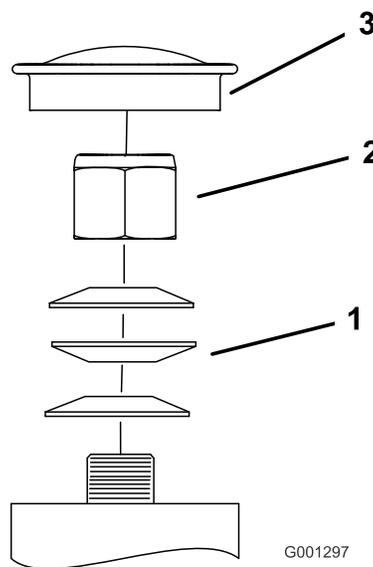

Figura 68
3. Togliete lo scodellino parapolvere dalla ruota orientabile e serrate il dado di bloccaggio (Figura 68).
4. Serrate il dado di bloccaggio finché le rondelle elastiche non sono piatte, quindi allentate di un quarto di giro per mettere a punto il precarico sui cuscinetti (Figura 68).
- Importante:** Verificate che le rondelle elastiche siano correttamente montate, come riportato nella Figura 68.
5. Montate gli scodellini antipolvere (Figura 68).